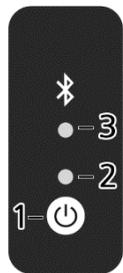

Рисунок 1
8.2.1. Включить АП. Для этого необходимо нажать и удерживать не менее 3 сек кнопку включения, расположенную на корпусе. При этом рядом с кнопкой включения загорится зеленый светодиод (индикатор 2, рис. 1), индицирующий включенное состояние АП.